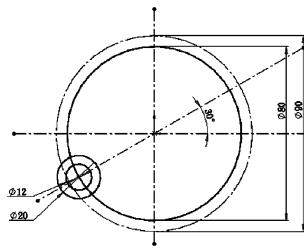

图 2-43 绘制两个小圆
STEP 6 单击“草图”工具栏中的“圆”按钮，捕捉实线圆与斜线的交点，绘制两个圆，并为其添加直径“尺寸”分别为 20mm 和 12mm，如图 2-43 所示。